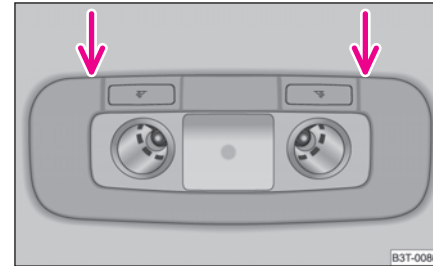

Abb. 229 Dachhimmel-leuchte hinten
- Setzen Sie einen schmalen Schraubendreher in den Schlitz ein ⇒ Abb. 229 und nehmen Sie die Abdeckung vorsichtig heraus.
- Setzen Sie die Leuchte zuerst auf der den Pfeilen abgewendeten Seite ein ⇒ Abb. 229 und drücken Sie sie hinein bis sie einrastet. ■